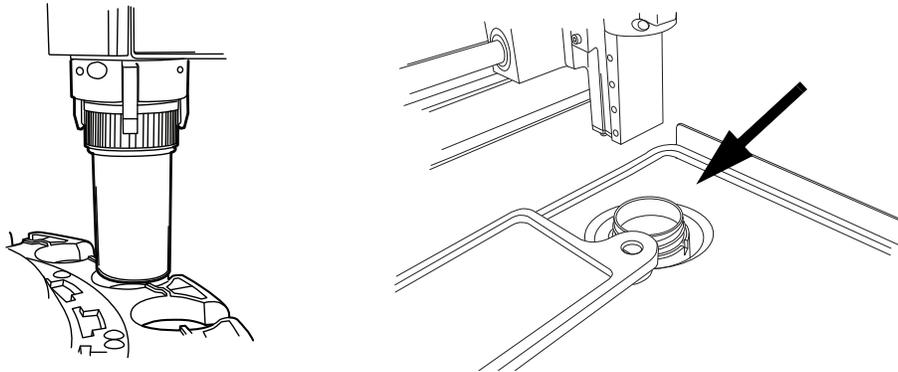

Figura 9-5 Libertar frasco, verificar poço de dispersão
As “garras” da pinça dos frascos permanecem fechadas numa condição de erro, para evitar a queda do frasco. Mova o braço de transporte do frasco em direção ao meio do instrumento e, de seguida, prima o botão **Libertar Tampa do Fr...** para abrir a pinça e retirar o frasco. Consulte a Figura 9-5.
**Nota:** muitas vezes, apenas a tampa do frasco se encontra no mecanismo. Verifique cuidadosamente o poço de dispersão e retire o frasco, se necessário. Volte a colocar manualmente a tampa no frasco. Consulte a Figura 9-5.